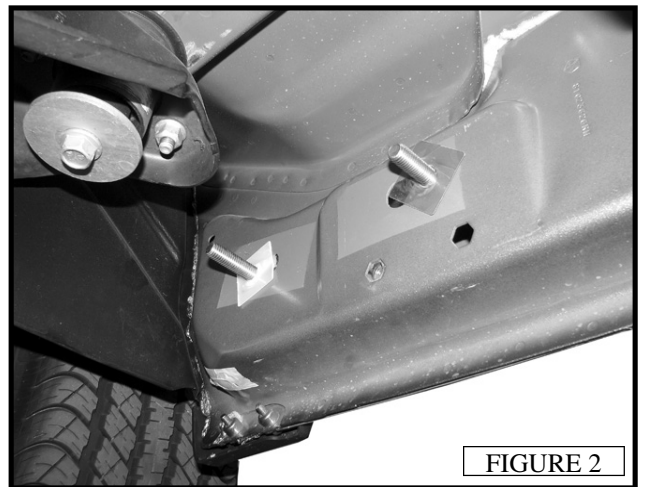

FIGURE 2
4. Partially thread (1) M11 plastic retainer to (1) M12 stud plate, then insert it into the most frontal slot. Tighten the plastic retainer so the stud plate is secure. (FIGURE 2)
7. Unscrew the vehicle's body mount bolt located to the left of the mounting bracket. Attach (1) mount support bracket between the body mount and body mount bolt assembly. (FIGURE 2)
4. Fileter partiellement (1) M11 butoir plastique sur (1) M12 plaque à goujon. Puis, l'insérer à travers la fente la plus frontale. Serrer le butoir plastique pour que la plaque à goujon soit fixée solidement. (FIGURE 2)
7. Desserrer le boulon du support de carrosserie du véhicule situé à gauche du support de montage. Fixer (1) support de fixation entre le support de carrosserie et l'assemblage de boulon du support de carrosserie. (FIGURE 2).